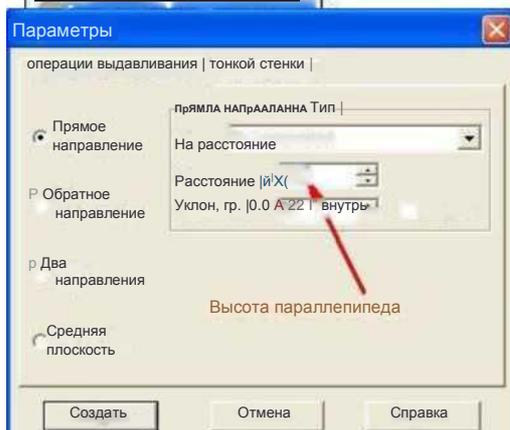

Рис. 6
12. На Инструментальной панели ЛКМ нажать на кнопку «**Операция выдавливания**» (Рис.6).